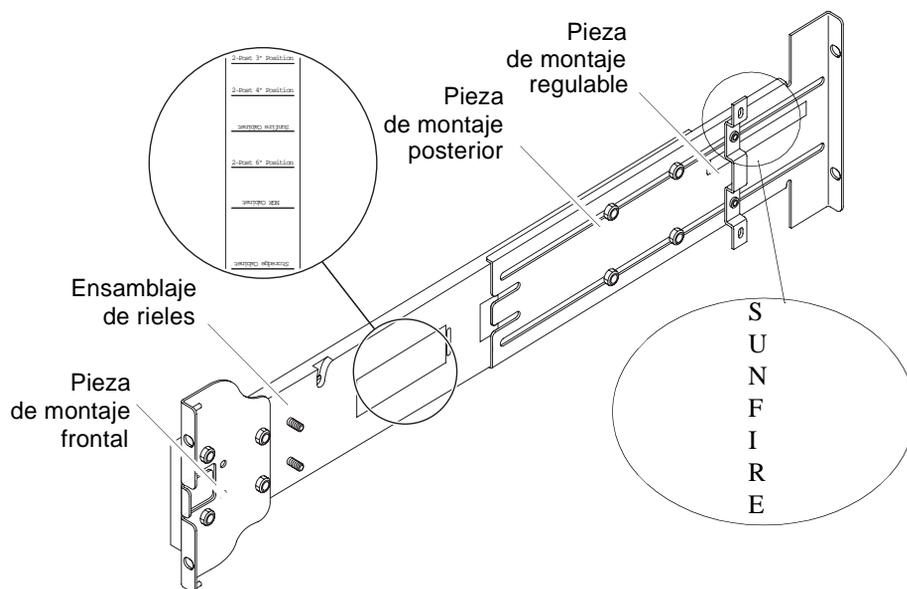

FIGURA 1-1 Ensamblaje de rieles (configuración estándar)
Cada ensamblaje de rieles consta de cuatro componentes (FIGURA 1-1):
Ajuste la posición de la pieza de montaje posterior o de la pieza de montaje regulable para modificar la longitud del ensamblaje. El ensamblaje de rieles y la pieza de montaje posterior presentan marcas en el metal que indican las ubicaciones de montaje de determinados muebles. En la FIGURA 1-1 se muestra la ubicación de las marcas.
- 1. Retire las tuercas que sujetan la pieza de montaje regulable y retírela (FIGURA 1-1).**